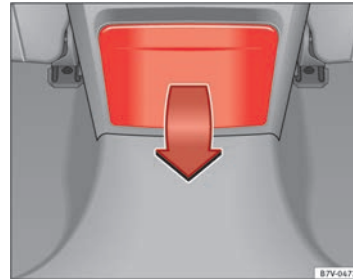

Abb. 117 In der Mittelkonsole hinten: Getränkehalter ausklappen.
- Zum *Öffnen* Getränkehalter in Pfeilrichtung ⇒ Abb. 117 nach unten klappen.